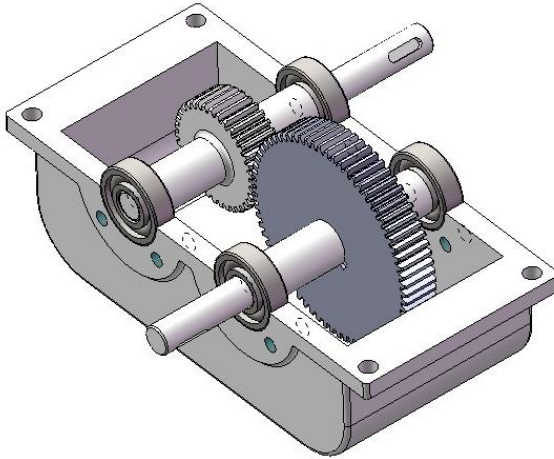

Рисунок 11.44 - Встановлено всі чотири підшипники
21. Подібним чином установимо інші підшипники в складання (рис. 11.44).